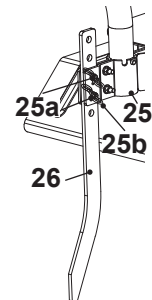

Fig. 19
1. Retire las dos contenciones (25b) y los tornillos (25a) hasta que la pieza deslizante (26) se mueva libremente (fig. 19).